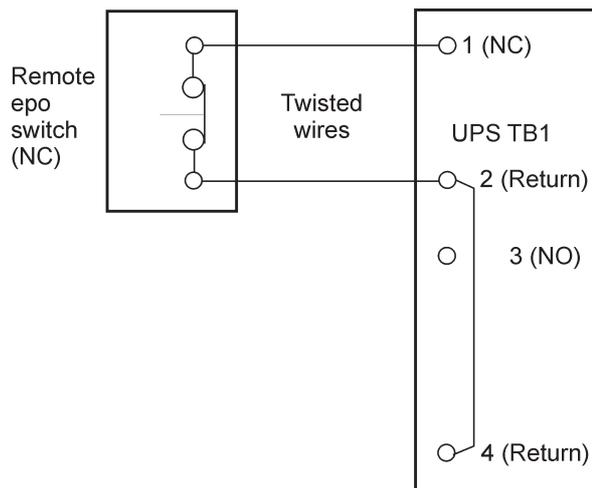
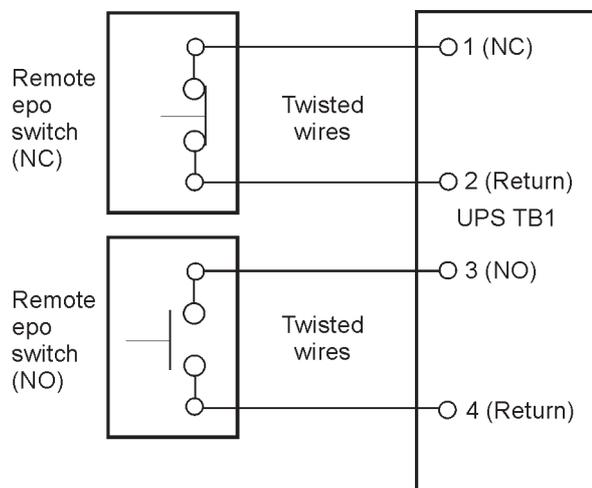

Рис. 4-15. Проводка нормально-замкнутого удаленного выключателя EPO
Рис. 4-16. Подключение нормально-замкнутого и нормально-разомкнутого удаленного выключателя EPO
10. Снимите вводные пластины интерфейсной проводки шкафа ИБП и просверлите/пробейте в них отверстия (см. рисунок 4-15 на стр. 68).
На Рис. 4-15 и Рис. 4-16 представлены альтернативные способы подключения удаленного выключателя EPO с использованием выключателя от стороннего производителя.